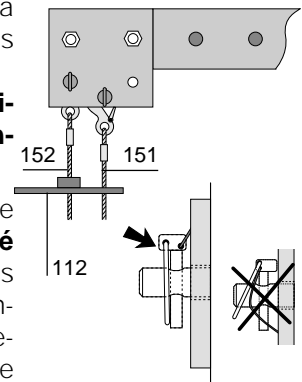

Fig. 1.5
- Accrocher les câbles aux points d'ancrage au moyen des broches (009). Des points d'ancrage séparés sont prévus sur chaque poutre de suspension pour le câble de levage (151) et le câble de sécurité (152). Bien respecter la fermeture correcte des clips de broche (009) (Fig. 1.5).
Il faut obligatoirement utiliser ces deux points d'ancrage séparés (Fig. 1.5).